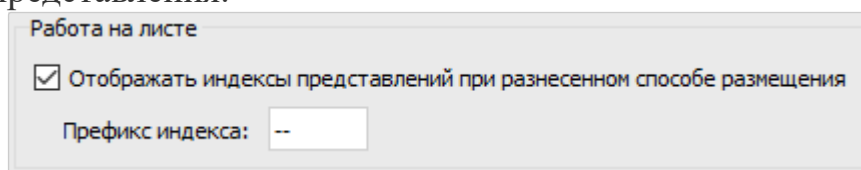

Рисунок 153. Область «Работа на листе»
2) «Работа на листе» — содержит следующие параметры (см. рисунок 153):